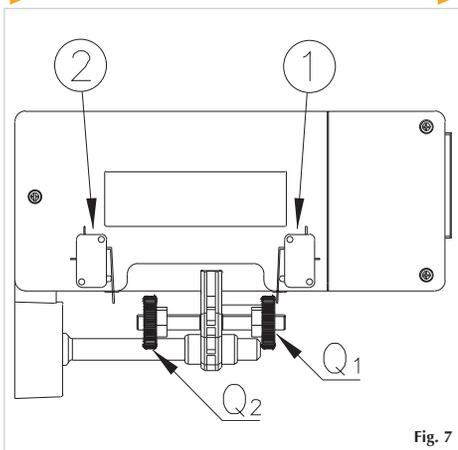

Fig. 7
- 17) Cerrar el final de carrera a través de la cobertura de plástico (N) y luego apretar con los dos tornillos (O), verificar la correcta disposición de los cables (ver gráfico 5). En presencia de motor con electrofreno, retire el pasador (P) de la cobertura de plástico (ver gráfico 6).
- 18) Después de haber efectuado la instalación mecánica y los contactos eléctricos proceder a regular el movimiento final del cierre como mues la fig.7.